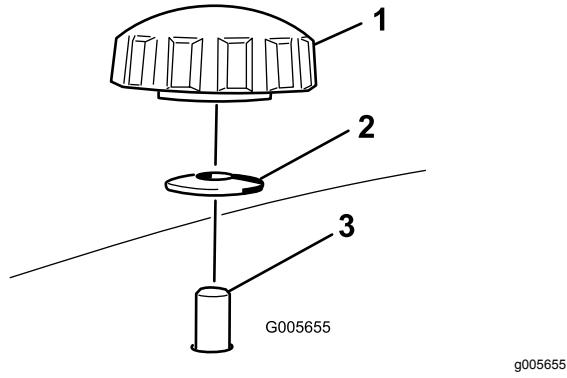

Bild 16
4. Nehmen Sie die beiden Handräder und die Wellenscheiben ab, mit denen das rechte Ablenkblech am Mähwerk befestigt ist (Bild 16).
5. Nehmen Sie das rechte Ablenkblech ab und senken Sie das Grasablenkblech über der Auswurfkanalöffnung ab, wie in Bild 16 und Bild 17 dargestellt.
5. Schieben Sie das rechte Ablenkblech unter das Mähwerk und befestigen Sie es mit zwei Handrädern und Wellenscheiben (kappenförmige Seite zum Mähwerk), wie in Bild 16 und Bild 17 abgebildet.